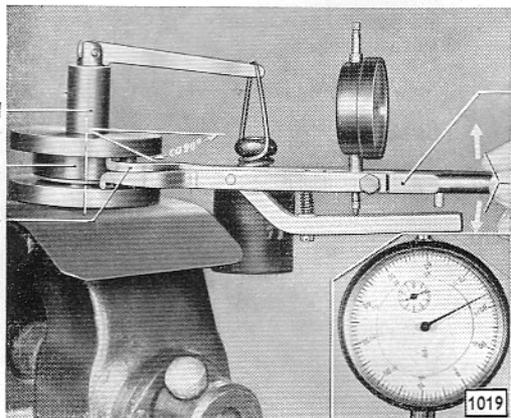

Bild 48 - Breite des Kegellagers mit Meßschere in Meßvorrichtung messen
12. Breite beider Ausgleichgehäusekegellager auf Kegellager-Meßvorrichtung S-1065 (48/1) mit Meßschere (48/5) messen. Hierbei an den Hebel der Meßvorrichtung ein Gewicht von 1 kg hängen, um die zur Messung notwendige Vorbelastung der Lager zu erreichen. Kegellager vor der Messung einige Male in der Vorrichtung drehen, damit sich die Kegelrollen des Lagers an die Schultern des Innenringes anlegen. Anschließend Meßschere so in Meßvorrichtung einsetzen, daß der Meßfühler (48/3) nach oben zeigt und um ca. 90° zum Belastungshebel der Vorrichtung versetzt liegt (Bild 48). Durch Schwenken der Meßschere nach oben und unten Höchstauschlag des Meßuhrzeigers und damit Lagerbreite feststellen. Abgelesenen Wert, z. B. 21,55 mm, notieren.